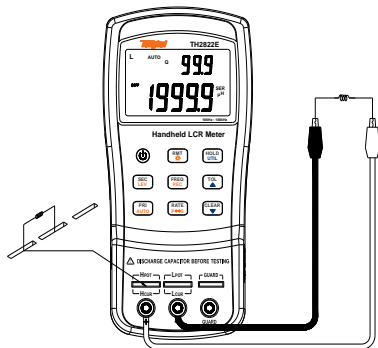
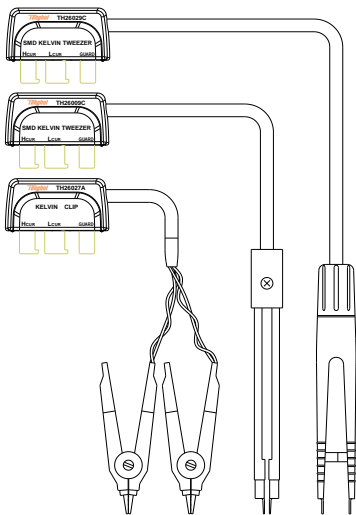
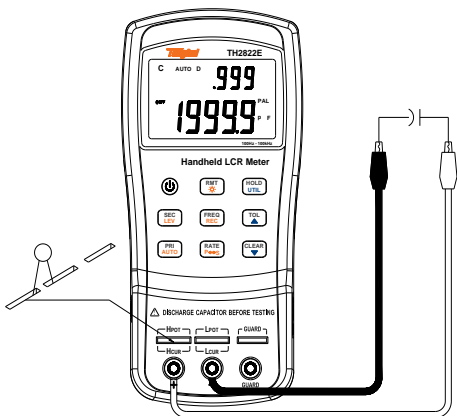
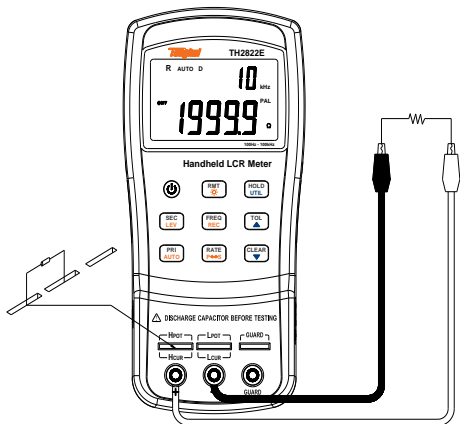

图12- 电感测量
图13 - 四端测试附件
图 14- 电容测量
图 15- 电阻测量
3. 将电感插入测试槽，或选用合适的测试附件（橡胶插头-鳄鱼夹，测试夹或**SMD**测试钳等）接入被测电感。如图12，图13为可选用的四端测试附件。
3. 将电容插入测试槽，或选用合适的测试附件（橡胶插头-鄂鱼夹，测试夹或 SMD 测试钳等）接入被测电容。如图 14，图 13 为可选用的四端测试附件。
3. 将电阻插入测试槽，或选用合适的测试附件（橡胶插头-鄂鱼夹，测试夹或 SMD 测试钳等）接入被测电感。如图 15，图 13 为可选用的四端测试附件。
3. 将阻抗元件（电阻，电容，电感）插入测试槽，或选用合适的测试附件（橡胶插头-鄂鱼夹，测试夹或**SMD**测试钳等，如图13）接入被测件。
3. 将阻性元件插入测试槽，或选用合适的测试附件（橡胶插头-鄂鱼夹，测试夹或**SMD**测试钳等，如图13）接入被测件。